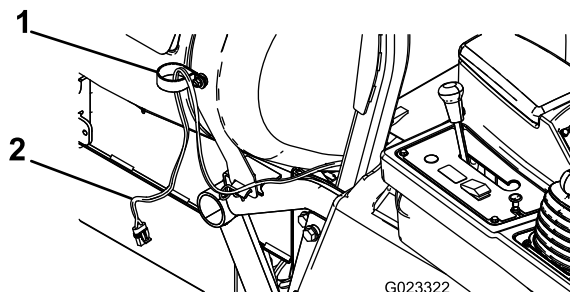

Figure 3
5. Faites passer le côté dévidoir du faisceau de câblage dans le collier en R, comme montré à la Figure 3.